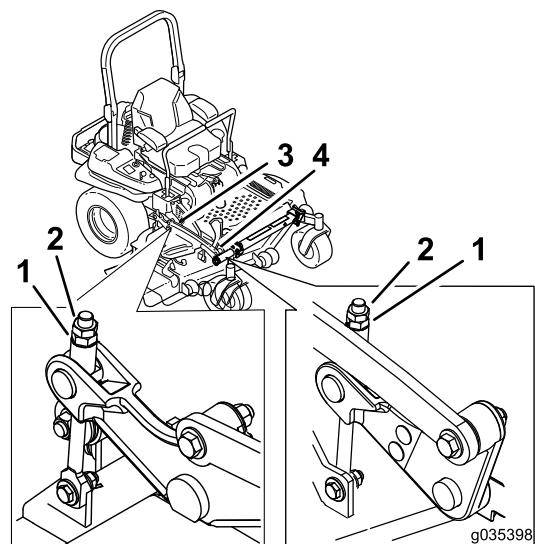

Figure 97
10. Ajustez précisément le serrage de l'écrou de réglage sur l'ensemble de levage du plateau avant (Figure 97).
16. Ajustez précisément la vis de réglage en la tournant de manière à obtenir une hauteur de 83 mm (Figure 97).